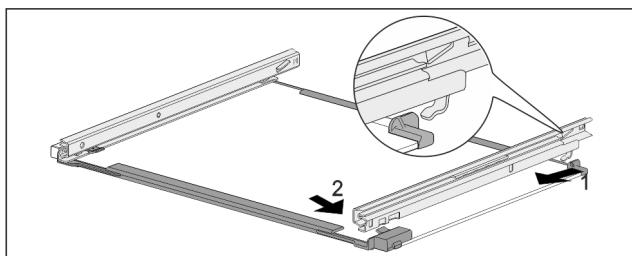

Fig. 169 Стъклена плоча с релси
- Закачете релсата отзад. *Fig. 169 (1)*
- Фиксирайте релсата отпред. *Fig. 169 (2)*